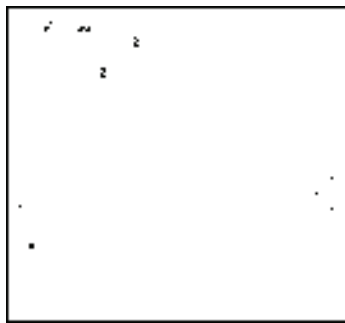

图 14-71 绘制水管
1) 绘制水管。调用“直线”命令, 绘制直线; 调用“圆形”命令, 绘制半径为 50mm 的圆形, 结果如图 14-71 所示。